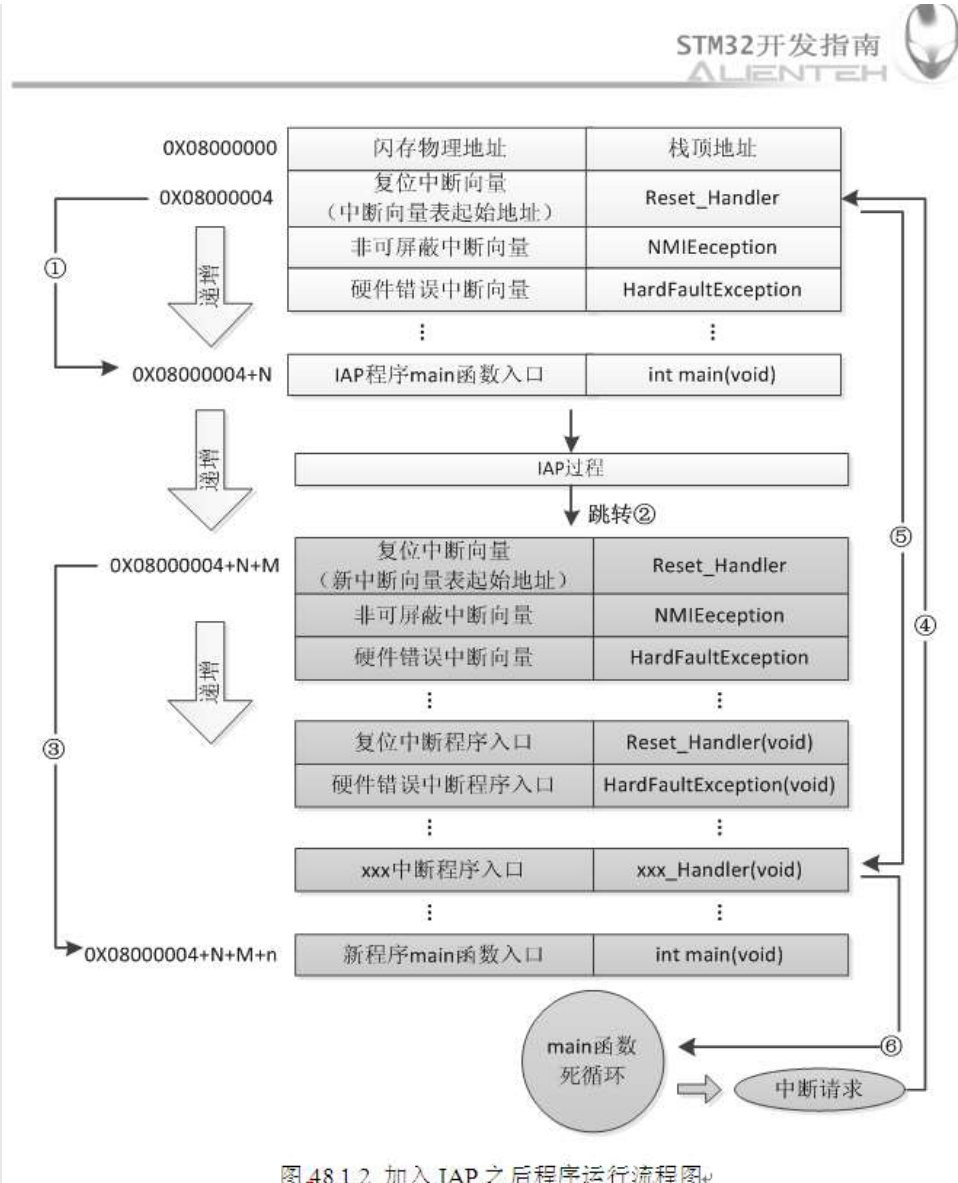

图 48.1.2 加入 IAP 之后程序运行流程图
当加入IAP程序之后，程序运行流程如图48.1.2所示：
在图48.1.2所示流程中，STM32复位后，还是从0X08000004地址取出复位中断向量的地址，并跳转到复位中断服务程序，在运行完复位中断服务程序之后跳转到IAP的main函数，如图标号①所示，此部分同图48.1.1一样；在执行完IAP以后（即将新的APP代码写入STM32的FLASH，灰底部分。新程序的复位中断向量起始地址为0X08000004+N+M），跳转至新写入程序的复位向量表，取出新程序的复位中断向量的地址，并跳转执行新程序的复位中断服务程序，随后跳转至新程序的main函数，如图标号②和③所示，同样main函数为一个死循环，并且注意到此时STM32的FLASH，在不同位置上，共有两个中断向量表。
本章，我们有2个APP程序，一个为FLASH的APP，程序在FLASH中运行，另外一个位SRAM的APP，程序运行在SRAM中，图48.1.2虽然是针对FLASH APP来说的，但是在